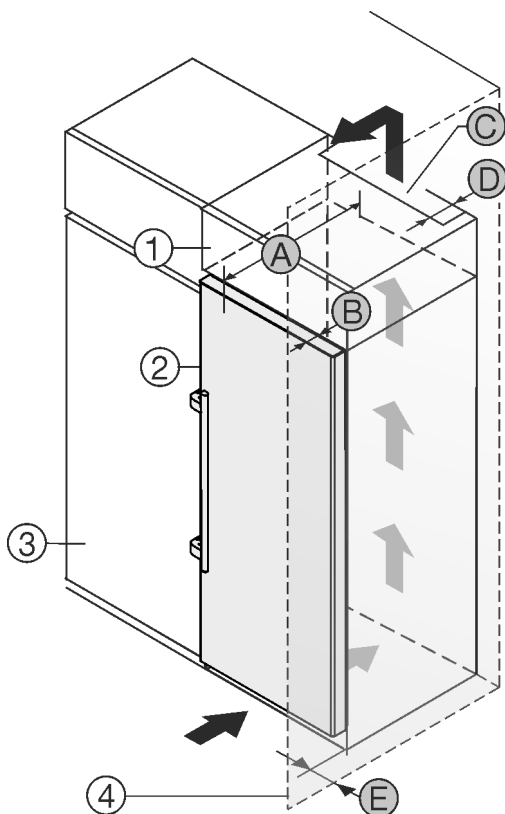

Fig. 2
Можете да поставите уреда непосредствено до кухненския шкаф Fig. 2 (3)*.
От задната страна на шкафа-пристройка трябва да има вентилационен отвор с дълбочина Fig. 2 (D) по цялата ширина на шкафа-пристройка*.
Под тавана на помещението трябва да е спазено сечението за вентилация Fig. 2 (C)*.
Когато уредът се поставя с пантите до стена Fig. 2 (4), разстоянието между уреда и стената трябва да е поне 57 mm . Това отговаря на разстоянието, с което дръжките стърчат при отворена врата.*
За да можете да отворите вратата изцяло, уредът трябва да е издаден с дълбочината на вратата Fig. 2 (B) спрямо челото на кухненския шкаф. В зависимост от дълбочината на кухненските шкафове Fig. 2 (3) и използването на детайли за отстояние от стената, уредът може да излезе още по-напред.*